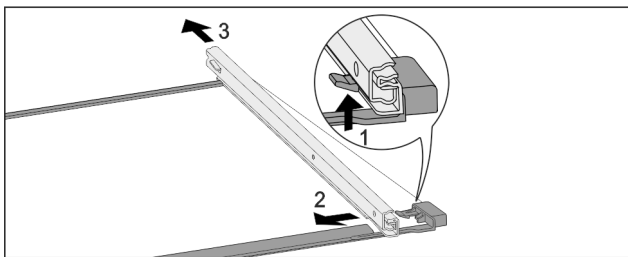

Fig. 168 Glasplatte mit Schienen
- ▶ Vorderen Rasthaken nach oben drücken. Fig. 168 (1)
- ▶ Auszugsschiene zur Seite Fig. 168 (2) und nach hinten Fig. 168 (3) wegschieben.